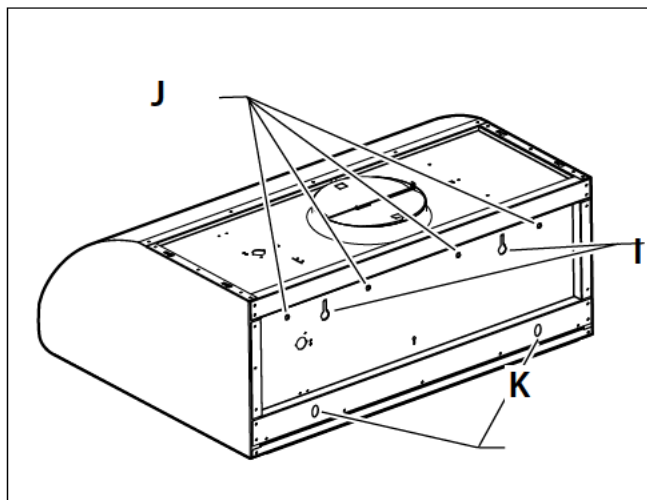

FIG. 6
- Accrochez la hotte à l'aide des fentes I de la figure 6. Assurez-vous que le support en bois peut s'insérer dans le renforcement à l'arrière de la hotte.